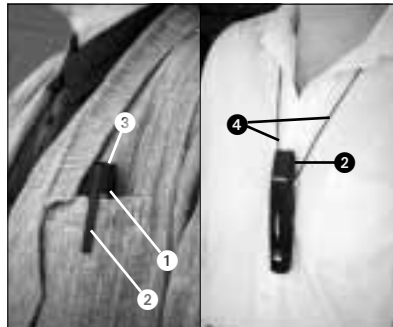

Fig. 4: Fixar o emissor
Veja fig. 4:
Se não dispor de um bolso onde possa fixar o emissor, enfie a corda fornecida na embalagem na presilha (2) e pendure a corda no pescoço (veja fig. 4).